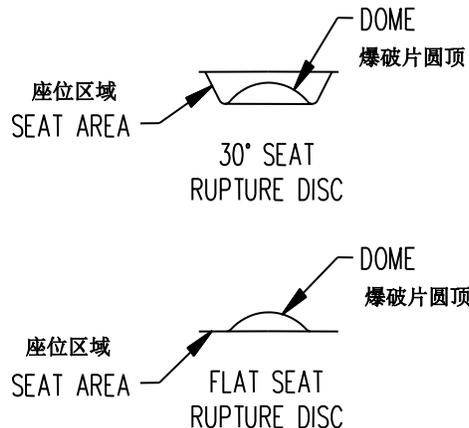

Figure 2 - Rupture Disc
3. 检查爆破片是否损坏。在座位区域查看是否有凹痕或划痕，或者在爆破片的圆顶上查看是否有凹痕 (见图 2)。